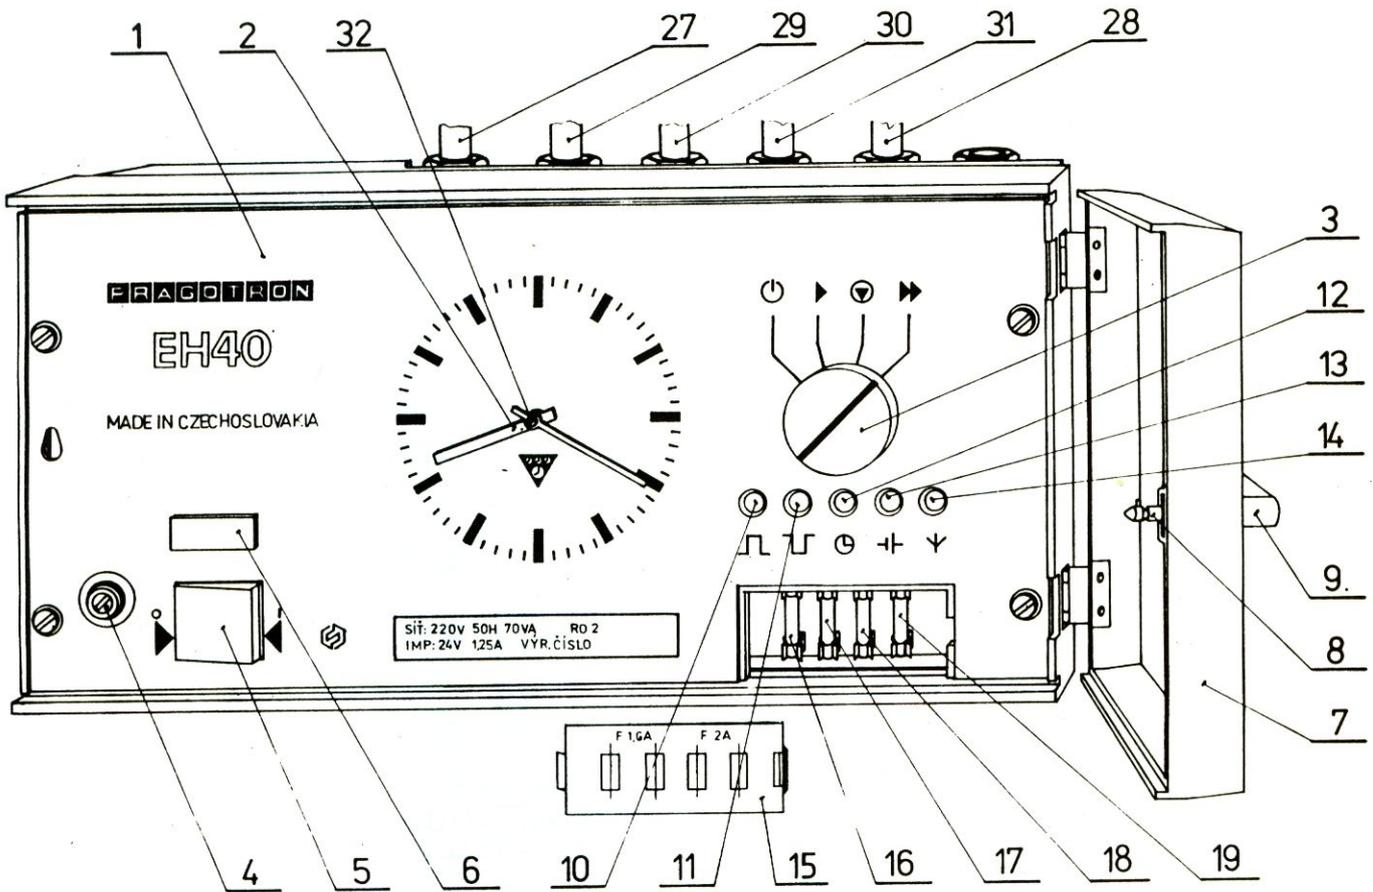
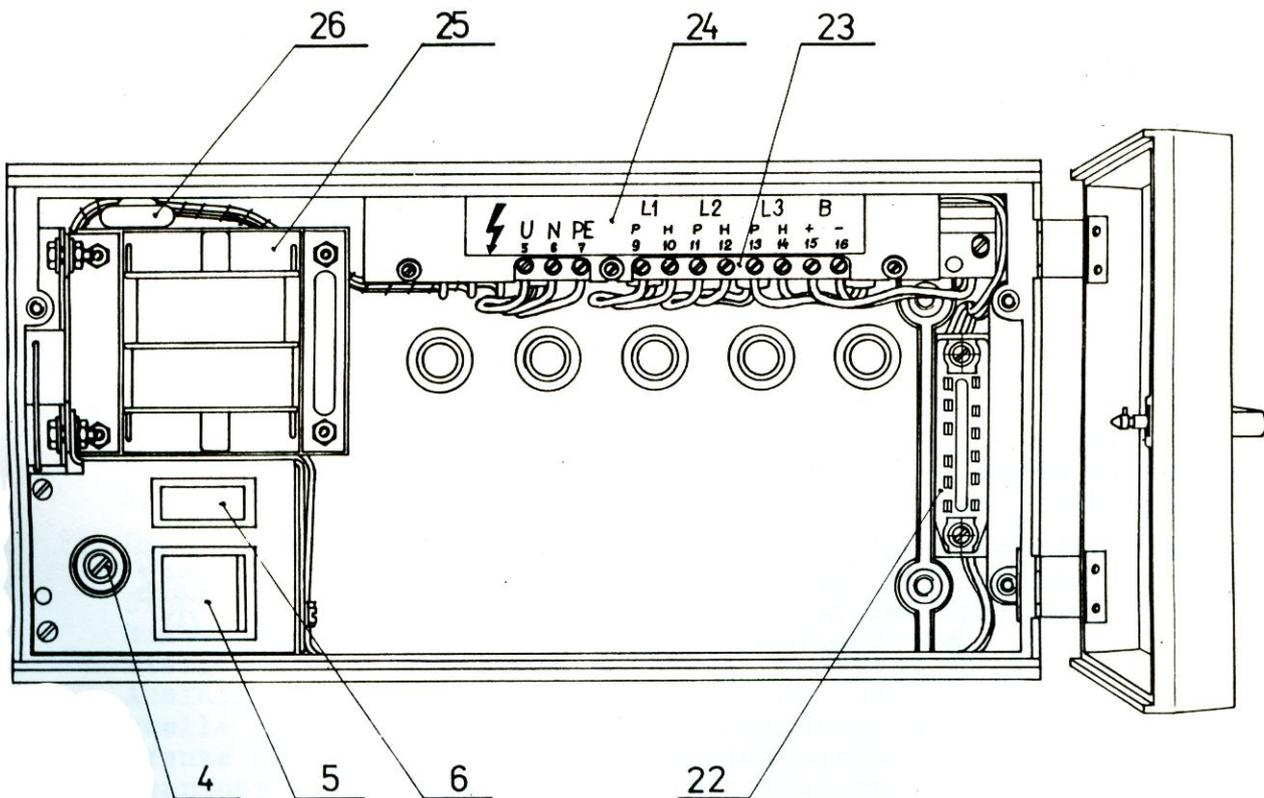
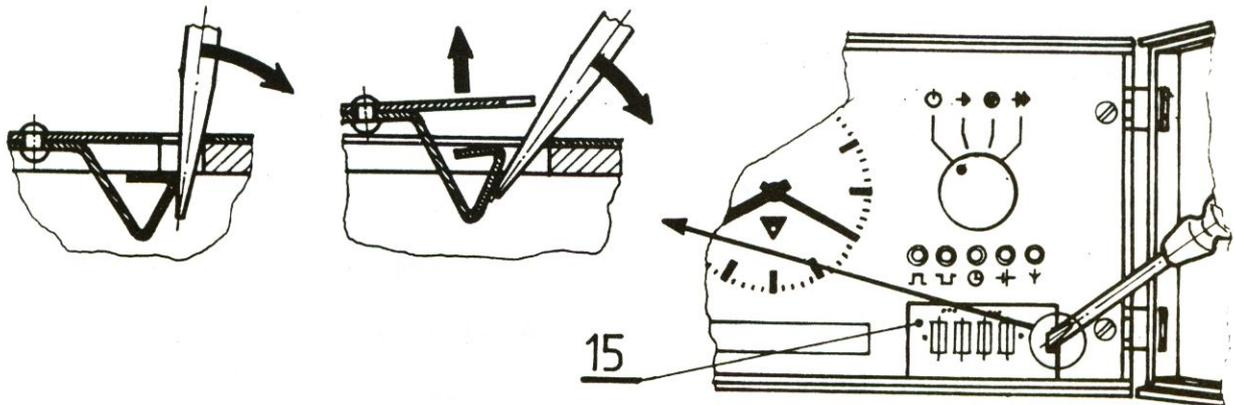

Abb. 1 - Hauptuhr EH 40 geöffnet, Abdeckung der Sicherungen abgenommen
Abb. 2 - Hauptuhr EH 40 mit abgenommener Frontplatte
Abb. 5 - Entfernen der Sicherungsabdeckung
Das Gerät ist in einem Plastgehäuse mit Klarsichtdeckel angebracht, der nach seinem Öffnen mit einem Schlüssel den Zutritt zu den Bedienungselementen der Uhr ermöglicht. Die Ansicht der Frontplatte und Anbringung der Bedienungs- und Anzeigeelemente ist in der Abb. 1 dargestellt. Die Abb. 2 zeigt die Uhr mit abgenommener Frontplatte. Die Bedeutung einzelner Bestandteile in allen Abbildungen ist weiter angeführt:
Nach Öffnen des Klarsichtdeckels die Sicherungsabdeckung (Abb.5) entfernen und vier Befestigungsschrauben (20,21) lösen. Durch einen Zug an der Fronttafel den Stecker (22) trennen, über den die Leiterplatte an der Fronttafel mit der Zuführungsklemmleiste (23) im Gehäuse durchgeschaltet ist. Die Leiterplatte nach Herausnahme auf eine saubere Fläche so ablegen, daß sie nicht beschädigt wird. Die Zuführungsleiter in entsprechende Klemmen der Klemmleiste nach ihrer Bezeichnung am Schild (24) befestigen. Die Leiter auf unbedingt nötige Länge für ihren Anschluß abkürzen und nachdem sie an den Gehäuseboden so andrücken, daß sie beim Einbau der Frontplatte nicht an der Leiterplatte anliegen (siehe Abb. 2). Die Stopfbuchsen sind abzudichten. Nach Befestigung der Leitungen die Stopfbuchsen nachziehen.
Bedeutung der Klemmenbezeichnungen (siehe Abb. 2)